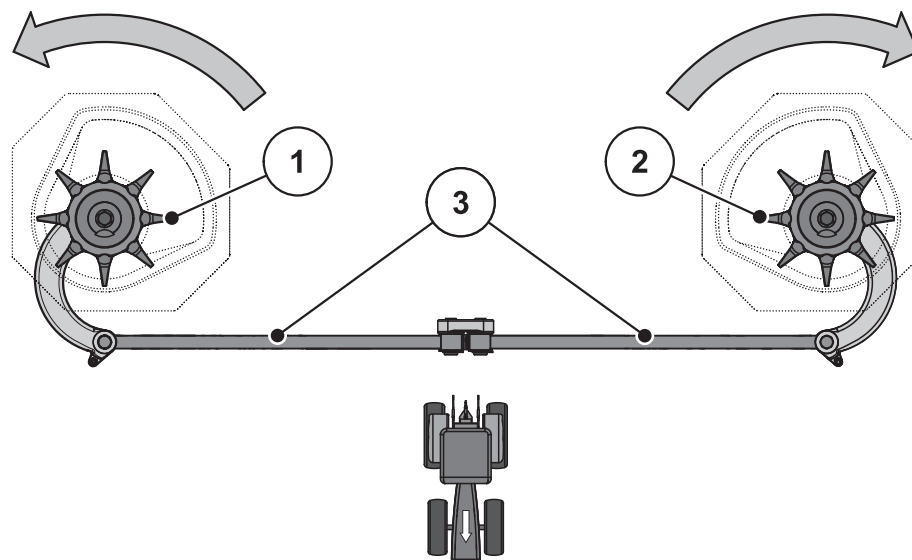

Bild 10.13: Rührwerksantrieb prüfen
2. Rührkopf von Hand **in die Drehrichtung der Wurfscheibe** drehen. Siehe Bild 10.13.
3. Rührkopf von Hand oder mithilfe eines Ölfilterbandes kräftig **gegen die Drehrichtung der Wurfscheibe** drehen. Siehe Bild 10.13.